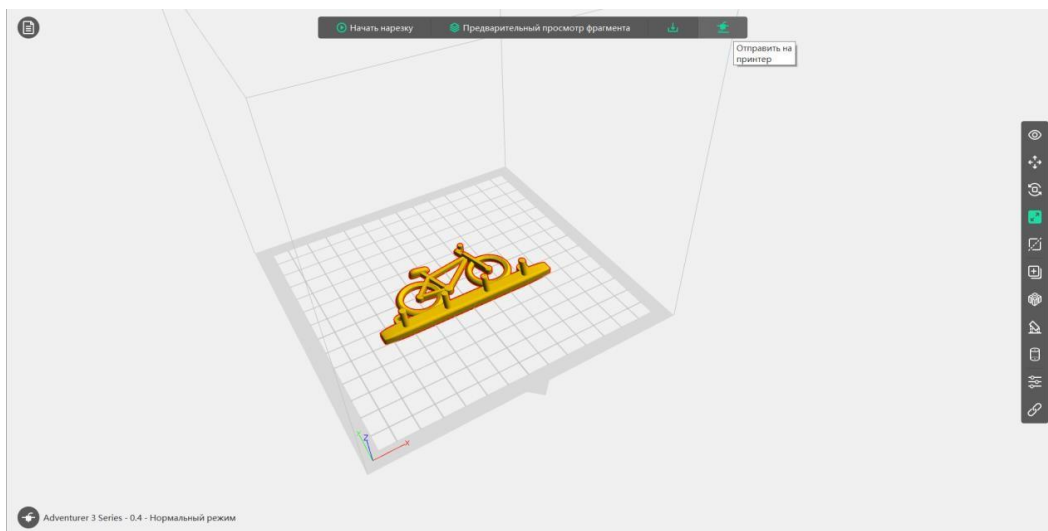

Рис.8. Отправка G-code на принтер
5. После того, как модель была «Нарезана», ее необходимо отправить на принтер и начать печать (рис.8).